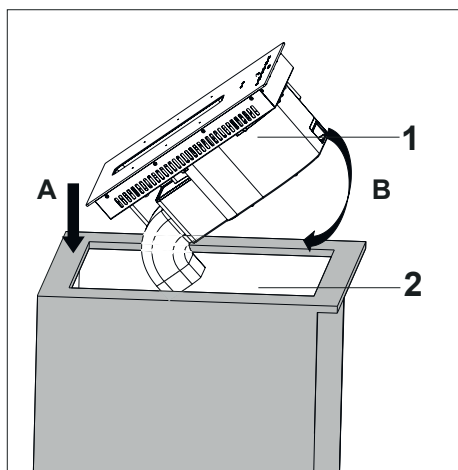

Fig. 26
- Placera först produktens baksida på bänkskivan (Fig. 26/A). Sänk sedan ned produktens framsida (Fig. 26/B).